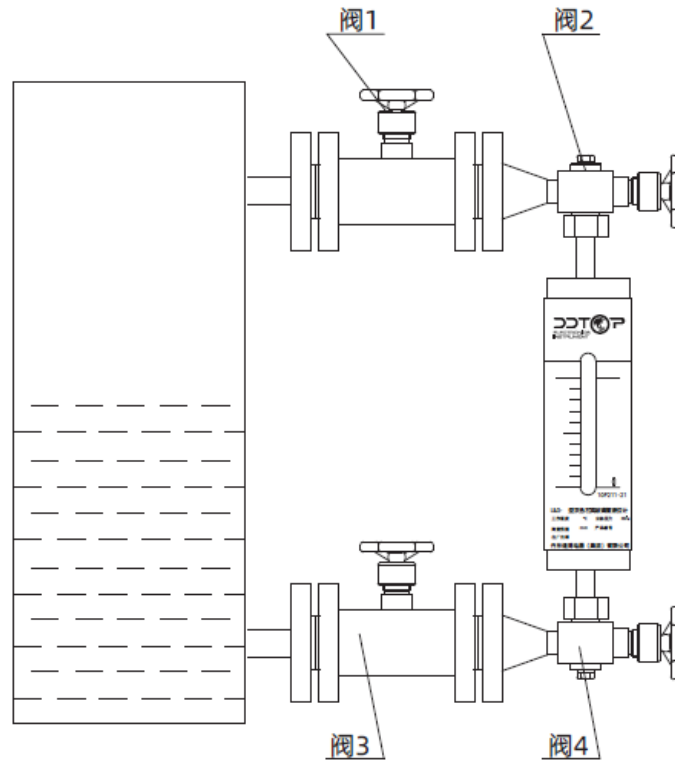

图 4 调试
6.2.2 安装液位计时，液位计法兰轴线必须垂直于水平面-图 4。